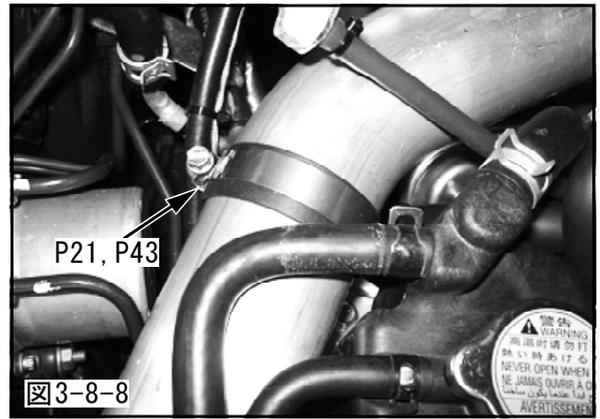

図3-8-8
- (8) 周囲とのクリアランスを確保しながら、(5)で仮付けしたパワーフローステーφ60用に、アウトレットパイプNo.3を取付けてください。(図3-8-8)